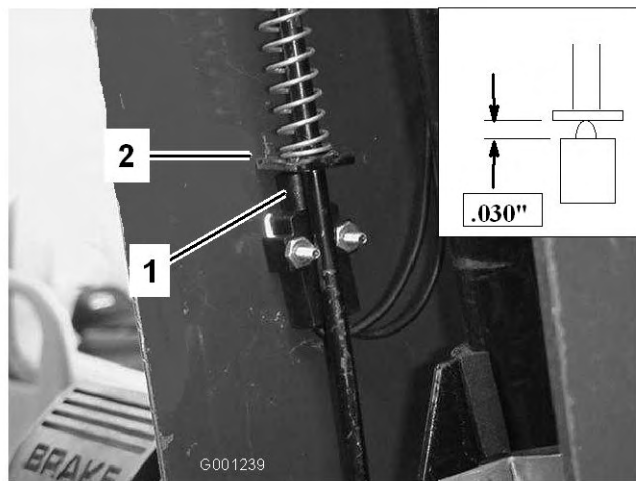

図 62
3. カバーを上をスライドさせて駐車ブレーキ・スイッチを露出させる（図 62）。
5. 駐車ブレーキのロッドのパドルとスイッチのプランジャとを整列させる（図 62）。
6. 駐車ブレーキ・ロッドを押し下げ、スイッチが押し上げられてプランジャが圧縮された時のプランジャの長さを 0.762 mm とする (図 62)。これが、プランジャのハウジングの上端からパドルの表面までの距離となる。